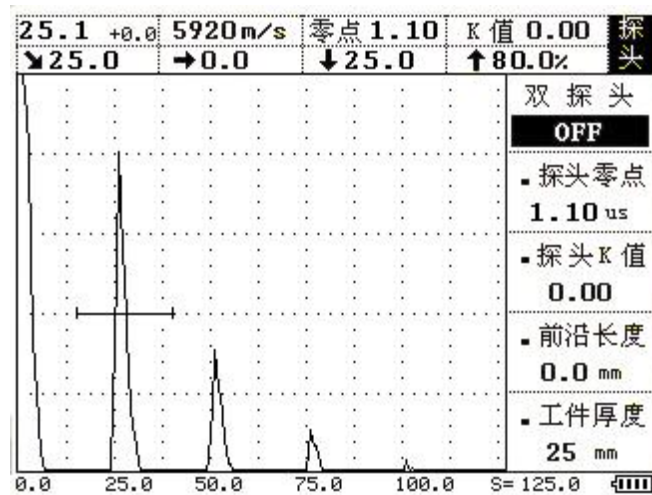

图 4-3
4、设置 a 闸门锁定第一个回波。按 **自动增益** 键让其最高回波到屏幕的 80%。在屏幕的上面显示声程值，如垂直声程不等于 25mm，按 **探头** 菜单，再按 **▲**（上）或 **▼**（下）键调整到探头零点子菜单。再用 **▶**（右）键调整，直到使垂直声程等于 25mm。此时的探头零点即为校准后的零点。如图 4-3 所示。